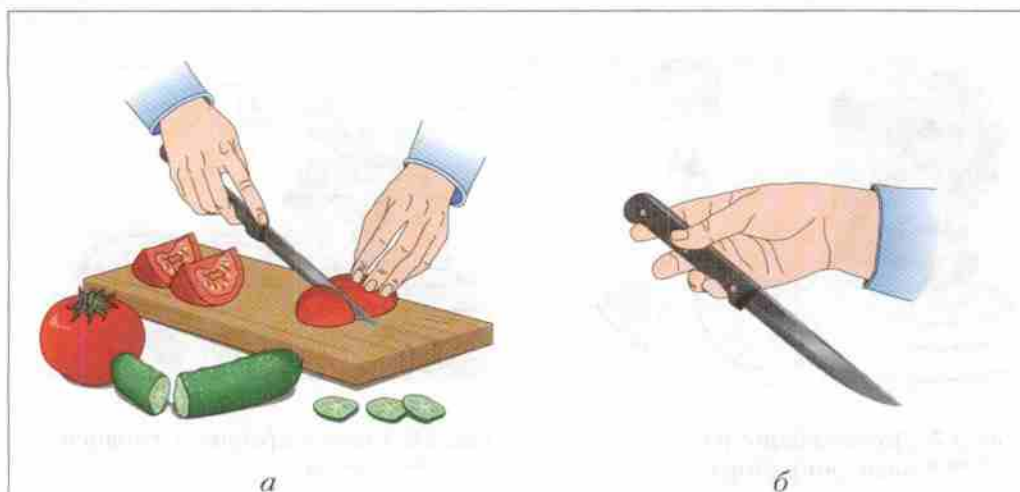

Рис. 19. Нарезка продуктов ножом (а); передача острых предметов (б)
1. Пользоваться правильными приёмами работы ножом (рис. 19, а).
3. Передавать нож и режущие инструменты только ручкой вперёд, лезвием от себя (рис. 19, б).